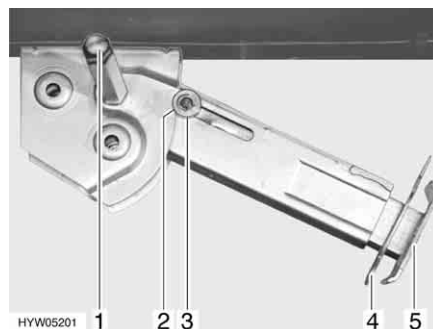

Fig. 13 Piedino di stazionamento
- Inserire la chiave a tubo nell'esagonale (Fig. 13,1) e ruotare fino a quando il piedino di stazionamento non si trova in posizione verticale verso il basso.
- Estrarre la copiglia (Fig. 13,4) dal prolungamento dell'estremità del piedino (Fig. 13,5).
- Inserire la chiave a tubo nell'esagonale (Fig. 13,1) e ruotare fino a quando il piedino di stazionamento non si stacca dal terreno.
- Spingere completamente all'interno il prolungamento dell'estremità del piedino (Fig. 13,5) e inserire la copiglia (Fig. 13,4) nel foro apposito.
- Ruotare la chiave a tubo nell'esagonale (Fig. 13,1), fino a quando il piedino di stazionamento non è sollevato verso l'alto e la guida (Fig. 13,3) è rientrata totalmente nell'intaglio (Fig. 13,2).